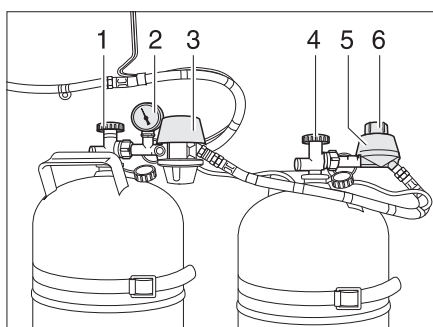
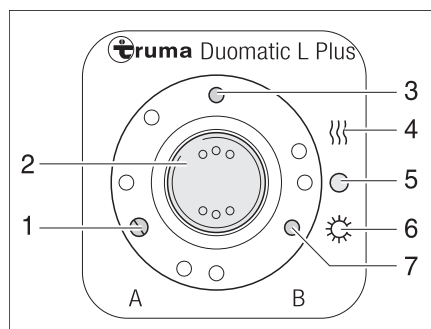

Bild 82 Duomatic-Umschaltanlage
Bild 83 Bedieneinheit
Die Duomatic-Umschaltanlage besteht aus einem Zentralregler (Bild 82,3) und einem Umschaltregler (Bild 82,5). Mit dem Drehknopf (Bild 82,6) am Umschaltregler kann bestimmt werden, welche der Gasflaschen als Betriebsflasche und welche Gasflasche als Reserveflasche verwendet wird.
Das Manometer (Bild 82,2) am Zentralregler zeigt den Druck in der Gasflasche an, nicht den Füllstand der Gasflasche. Mit dem Manometer kann die Gasflasche auf Dichtheit geprüft werden.
An der Bedieneinheit (Bild 83) können nur die elektrischen Funktionen geschaltet werden. Die Haupt-Absperrventile der Gasflaschen (Bild 82,1 und 4) müssen von Hand geöffnet werden.
- Die Haupt-Absperrventile an den Gasflaschen (Bild 82,1 und 4) öffnen.
- Mit dem Drehknopf (Bild 82,6) am Umschaltregler (Bild 82,5) die Gasflasche wählen, der vorrangig das Gas entnommen werden soll (Betriebsflasche). Den Drehknopf immer bis zum Anschlag drehen. Wenn der Drehknopf im roten Bereich steht, wird das Gas vorrangig der Gasflasche mit dem Zentralregler (Bild 82,3) entnommen. Wenn der Drehknopf im grünen Bereich steht, wird das Gas vorrangig der Gasflasche mit dem Umschaltregler (Bild 82,5) entnommen.
- An der Bedieneinheit (Bild 83) die Duomatic-Umschaltanlage einschalten. Dazu den Wippschalter (Bild 83,2) auf Winterbetrieb "Ein und Heizen" (Bild 83,4) oder auf Sommerbetrieb "Ein" (Bild 83,6) stellen. Beide Gasdruckregler sind jetzt entlüftet. Die Betriebsanzeige (Bild 83,3) leuchtet.
- Den Wippschalter (Bild 83,2) auf "O" (Bild 83,5) stellen. Die Betriebsanzeige (Bild 83,3) erlischt.
- Die Haupt-Absperrventile an den Gasflaschen (Bild 82,1 und 4) schließen.
Die Kontroll-Leuchten an der Bedieneinheit (Bild 83) signalisieren im Fahrzeuginneren, ob die Gasflaschen betriebsbereit sind.
- Kontroll-Leuchte "A" (Bild 83,1): Gasflasche am Zentralregler
- Kontroll-Leuchte "B" (Bild 83,7): Gasflasche am Umschaltregler